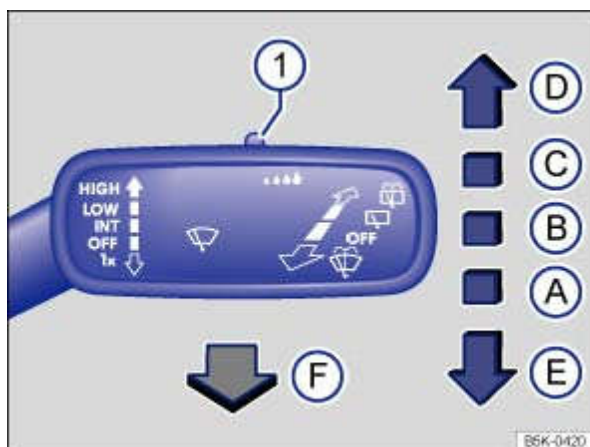

Fig. 98 À droite sur la colonne de direction : commande de l'essuie-glace avant
- Poussez brièvement le levier d'essuie-glace vers le bas → Fig. 98 (E) .